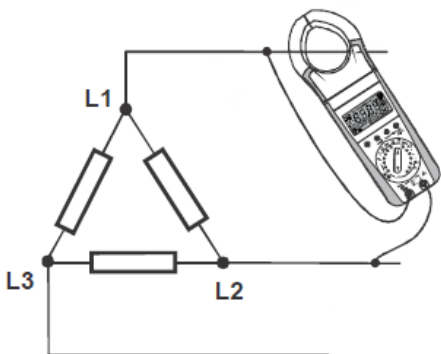

Fig 12.2.1 Schema di collegamento per carico bilanciato 3w
- 2) Lo strumento mostrerà L1-2 e I-1 sul display. Collegare il contatore alla fase 1-2 come mostrato in fig 12.2.1.